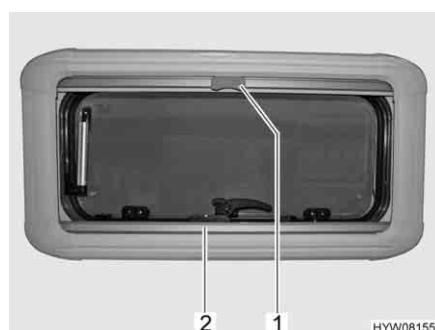

Fig. 27 Finestra apribile
■ Afferrare la tendina oscurante pieghevole (Fig. 27,2) per la parte centrale della barra di presa, tirarla dal basso verso all'alto e rilasciarla nella posizione desiderata. La tendina oscurante pieghevole rimane in questa posizione.
- Tirare la zanzariera a rullo per la maniglia (Fig. 27,1) verso il basso fino a quando non si trova in contatto con la tendina oscurante pieghevole (Fig. 27,2).
- Premere la maniglia (Fig. 27,1) della zanzariera a rullo.